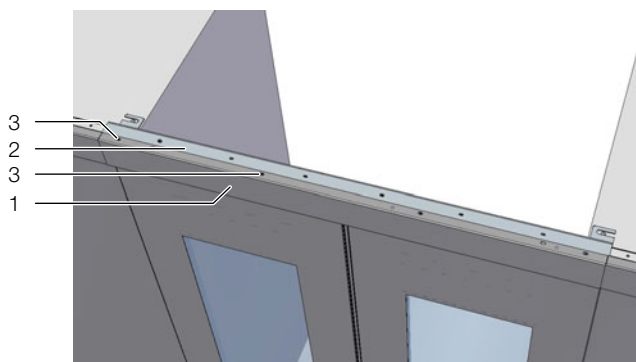

Abb. 38: Befestigung der Blende Mitte
- Die mittlere Blende auf die Befestigungsleiste Mitte aufsetzen und mit 4 Stück Linsenschraube M6 x 10 mm in den vorgefertigten Gewindebohrungen befestigen (Abb. 38).